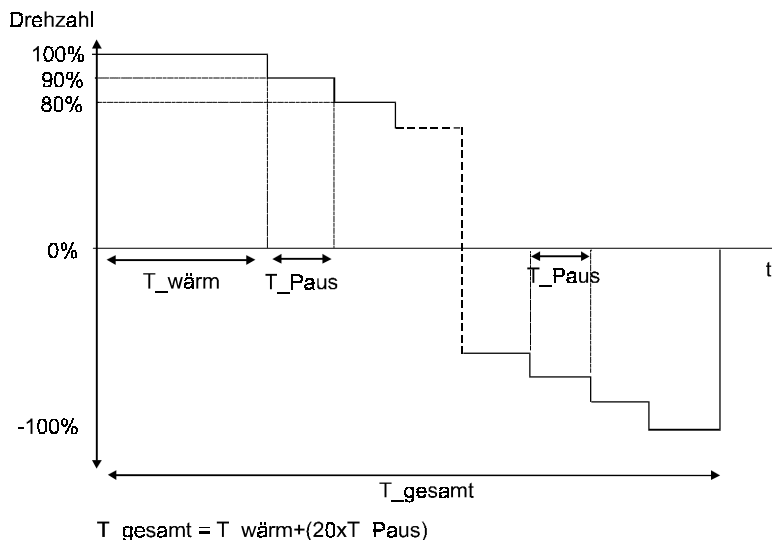

Abbildung 6: Fahrprofil der Reibungsverlustkurve
③ Auswahl der Sollwertquelle:
- ④ Alle in diesem Fenster gemachten Einstellung werden in den Arbeitsspeicher des Reglers geschrieben. Beim Neustarten des Reglers bleiben diese Information erhalten, wenn nicht durch die Eingangsbelegung der 24V-Schnittstelle oder über CANsync eine andere Einstellung gewählt wurde. Dabei entsprechen 10 V je nach Auswahl der Wickelart entweder dem in der Funktionskonfiguration angezeigten Wert **F_MAX** (Zugkraftregelung) oder **MOMENT_MAX** (Zugmomentenregelung).
- ⑤ Schließen Sie das Fenster **WICKLERTYP AUSWAHL**.
- ① Das Technologie-Modul Wickler ist mit einer Kompensation der Reibungsverluste ausgestattet. Um diese Kompensation zu initialisieren, müssen Sie die Reibungsverluste Ihres Antriebs mit einer leeren Wickelwelle ermitteln und aufzeichnen. Die Welle wird gemäß der unter Funktionskonfiguration eingestellten Werte drehen (siehe auch ► Abbildung 6 ◀ auf Seite 23).